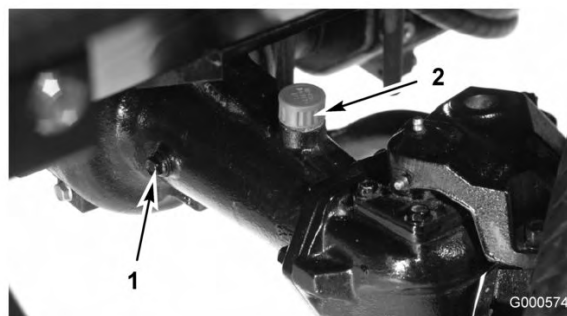

Figura 47
2. Togliete il tappo di controllo da un'estremità del ponte (Figura 47) e verificate che il lubrificante raggiunga la base del foro. Se il livello è basso, togliete il tappo di riempimento (Figura 47) e rabboccate con lubrificante finché non raggiunge la base del foro del tappo di controllo.